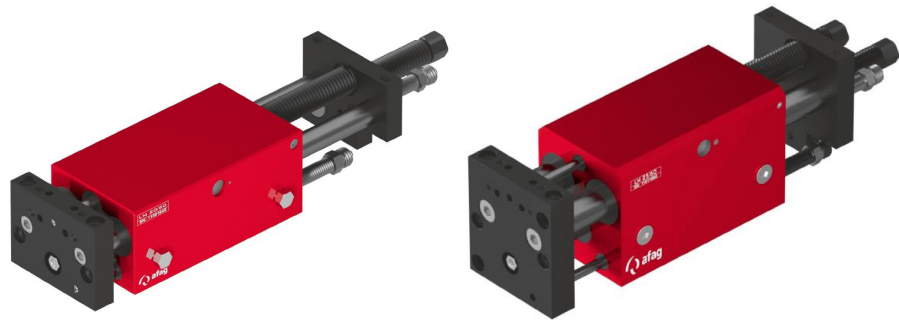

Abb. 21 *Wartung am Linearmodul LM 20 bzw. LM 25*
1. Kugelbüchse (14) mit Schmierstoff „Blasolupe 301“ schmieren.
2. Kugelbüchse von zwei Seiten in den Grundkörper (Abb. 21, 1) einpressen.